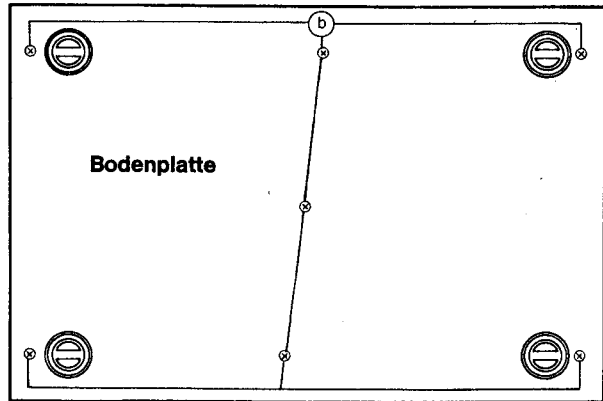

Abb. 2
- Die sieben Schrauben (b) in Abb. 2 herausdrehen. Chassis von der Bodenplatte heben.